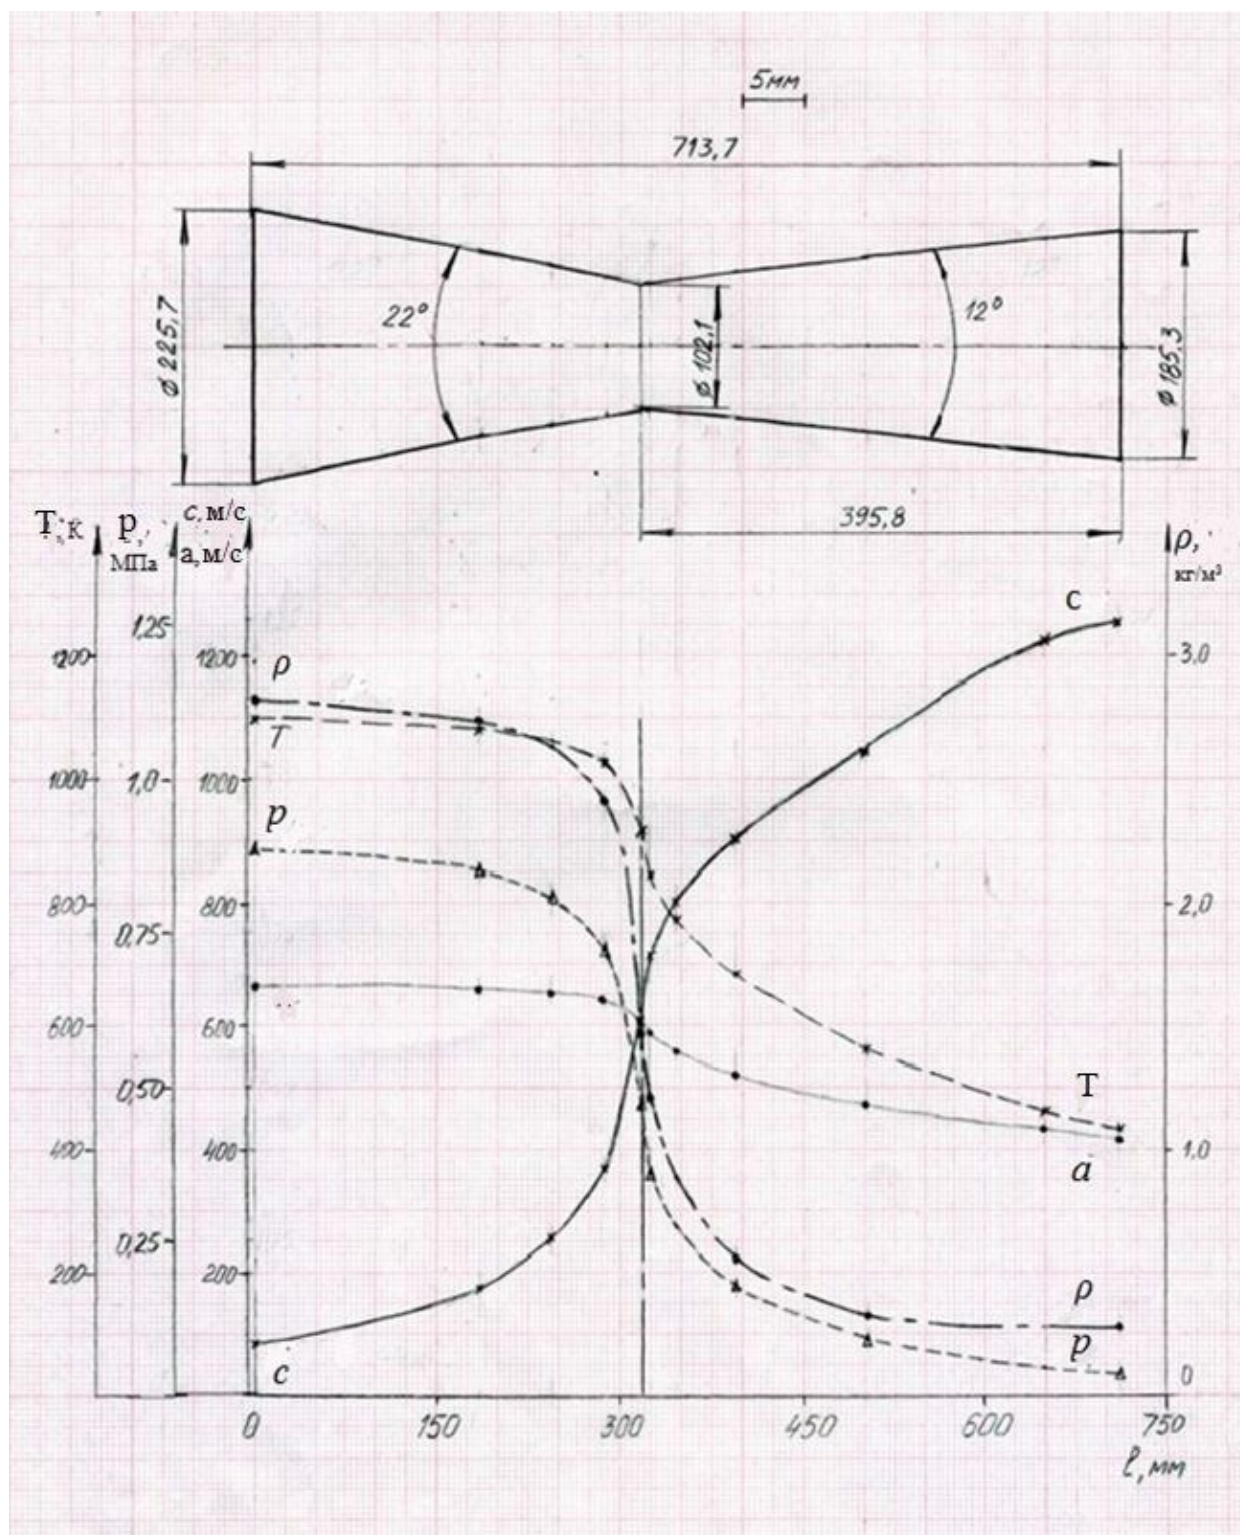

Рисунок 1. Чертёж расчётного сопла Лаваля, характер изменения параметров, скорости потока, местной скорости звука по длине сопла
9. Построить в масштабе сопло и под ним (см. рис.1.) кривые изменения давления температуры, плотности, скорости потока, местной скорости звука по длине сопла.